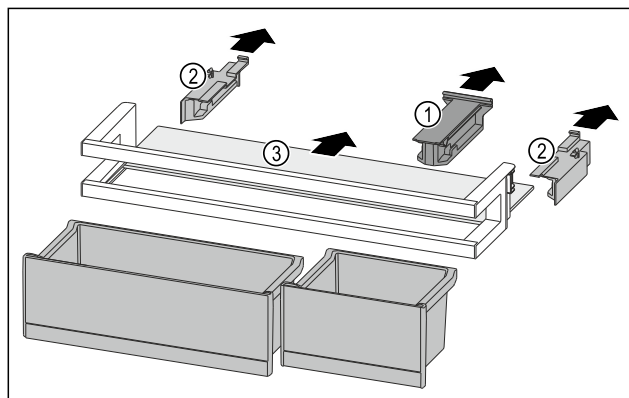

Fig. 85
- ▶ Stiahnite prídržný diel Fig. 85 (1).
- ▶ Stiahnite bočnice Fig. 85 (2).
- ▶ Odoberte odkladaciu plochu Fig. 85 (3).